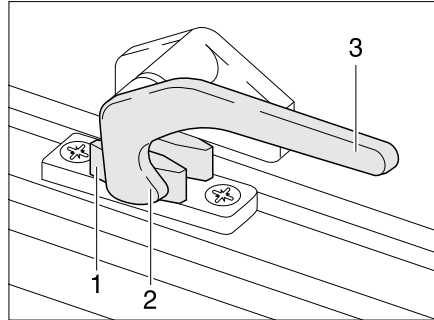

Bild 41 Verriegelungshebel in Stellung "geschlossen"
- Den Verriegelungshebel (Bild 41,3) eine viertel Umdrehung zur Fenstermitte hin drehen.
- Den Verriegelungshebel (Bild 41,3) eine viertel Umdrehung zum Fensterrahmen hin drehen. Die Verriegelungsnase (Bild 41,2) liegt auf der Innenseite der Fensterverriegelung (Bild 41,1).
- in Stellung "fest verschlossen" (Bild 41).